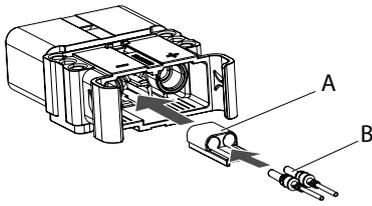

Abb. 17:
1. Den Pilotkontaktadapter (**Abb. 17/A**) in das Steckergehäuse einschieben, bis er hörbar einrastet.
3. Die Pilotkontakte (**Abb. 17/B**) mit den gecrimpten Leitungen bis zum Anschlag in die Kontakt- kamern des Pilotkontaktadapters einschieben, bis der Halteclip einrastet.